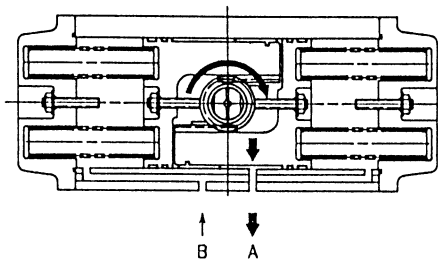
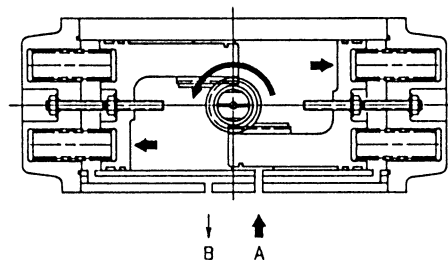

图 6-3. 阀闭方向
图 6-4. 阀开方向
如图 6-4 所示，从气源接口 A 向气缸通入压缩空气，该气压作用于活塞，使活塞压缩弹簧 (117) 向箭头所指方向移动，活塞导向部位上的齿条带动与输出轴一体的小齿轮，使输出轴向逆时针方向旋转（箭头方向）。该旋转通过连接件传送到本体部的阀杆，使球向开启的方向动作。这时，由于弹簧室容积变化而产生的多余空气由排气口 B 排出。
在图 6-3 中，从排气口 A 排出在图 6-4 中通入的压缩空气，弹簧的回复力使活塞向相反方向移动，则输出轴和阀杆向顺时针方向旋转（阀闭方向）。